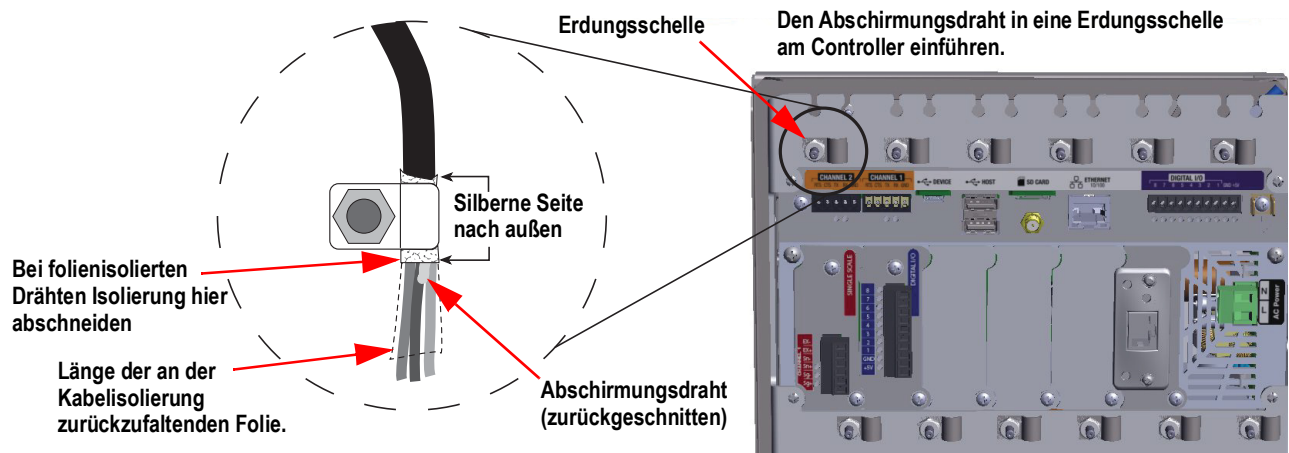

Abbildung 2-28. 1280-Erdungsschelle und -bolzen auf dem Schaltschrankgehäuse abgebildet
3. Schneiden bzw. falten Sie Schirmdraht und Folienisolierung wie in Abbildung 2-28 gezeigt.